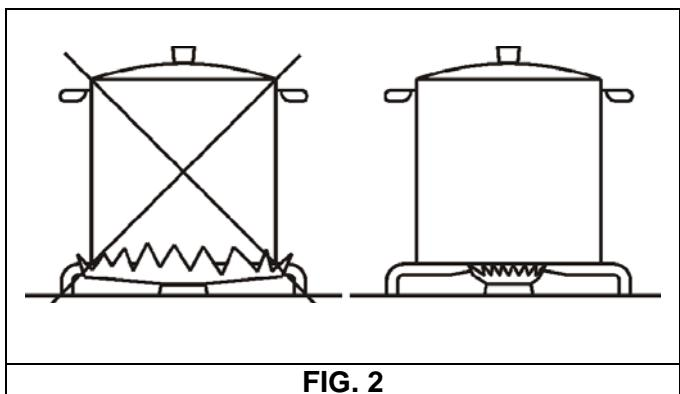

FIG. 2
- Utilizar para cada quemador ollas adecuadas (ver tabla siguiente y la fig. 2).